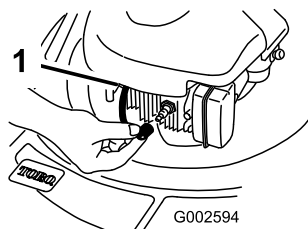

Figure 29
2. Débranchez la bougie et accrochez-la à la borne de retenue (Figure 29) avant d'entreprendre tout entretien.